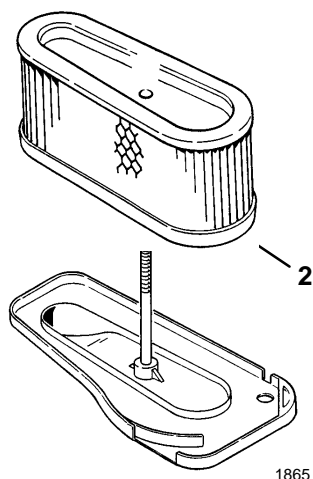

Abbildung 29
5. Die Gummimutter losschrauben und den Papiereinsatz herausnehmen (Abb. 29).
2. Den Luftfilter auf die lange Stange schieben. Dann die Gummimutter mit der Hand gegen den Luftfilter drehen (Abb. 29).